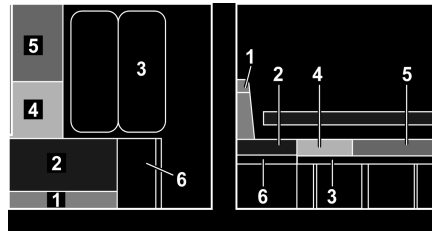

Fig. 138 Durante la transformación
- Plegar la prolongación del banco de asiento (Fig. 138,6) hacia arriba y colocar una cuña con la trampilla.